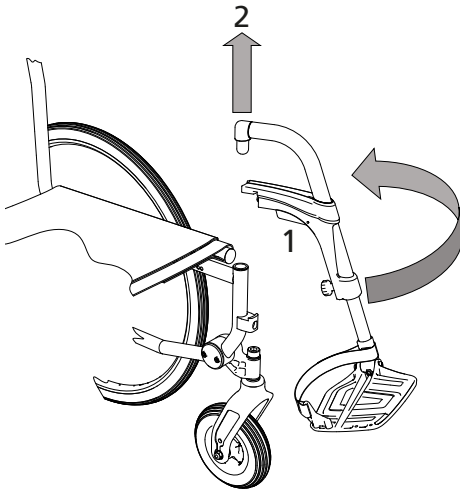

Abb.20
1. Betätigen Sie die Arretierung in rot/orange (1, Abb.20 ) und schwenken Sie die Beinstütze nach außen.
2. Nun können Sie die Beinstütze nach oben abziehen. (2, Abb. 20).